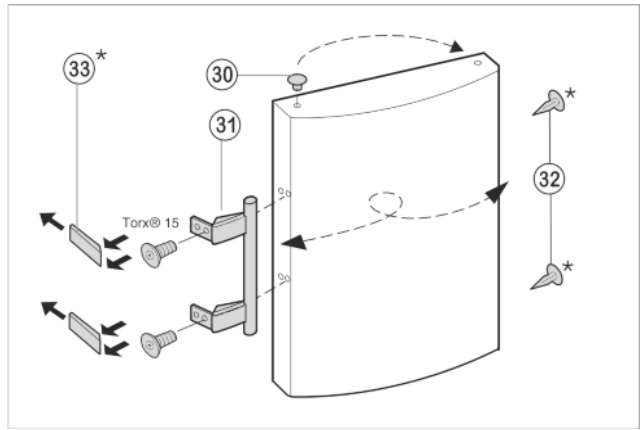

Fig. 10
- ▶ Извадете тапата Fig. 10 (30) от лагерната втулка на вратата и я преместете.
- ▶ Демонтирайте дръжката на вратата Fig. 10 (31), тапите Fig. 10 (32) и притискателните плочи Fig. 10 (33) и ги монтирайте на другата страна.